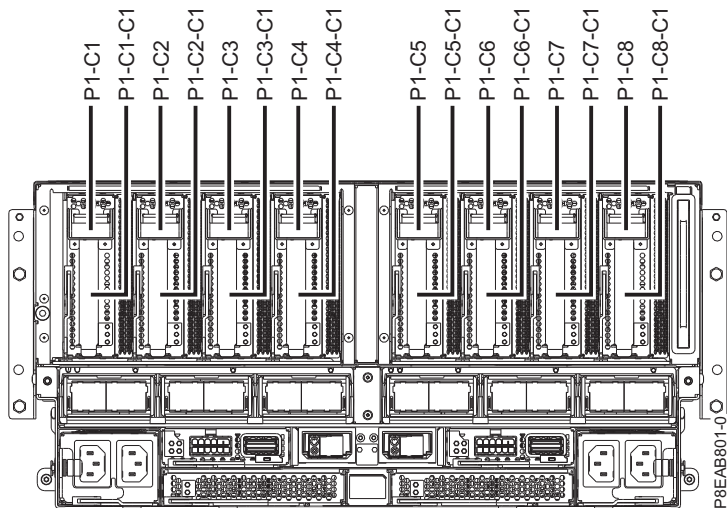

Figura 13. Ubicaciones de las ranuras del adaptador PCIe en el sistema
1. Determine la ranura en la que desee instalar un adaptador PCIe. Las ranuras del adaptador PCIe se hallan en la parte posterior de un sistema. En la Figura 13 se muestran los códigos de ubicación del adaptador PCIe.